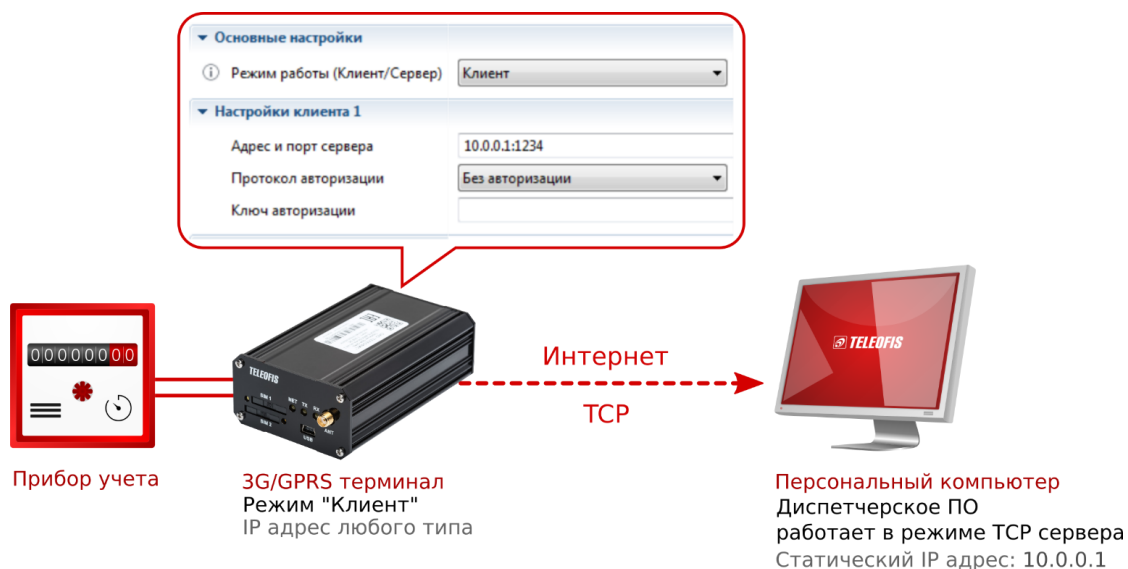

Рис. 18. Схема подключения WRX «Клиент» - ПК «Сервер».
*Предположим, IP адрес ПК – 10.0.0.1, и номер порта – 1234 (Рис. 18). В программе настройки мы выбираем режим работы «Клиент», и задаём в настройках клиента IP-адрес и номер порта компьютера с диспетчерским программным обеспечением (ПО), к которому будем подключаться: 10.0.0.1:1234.*